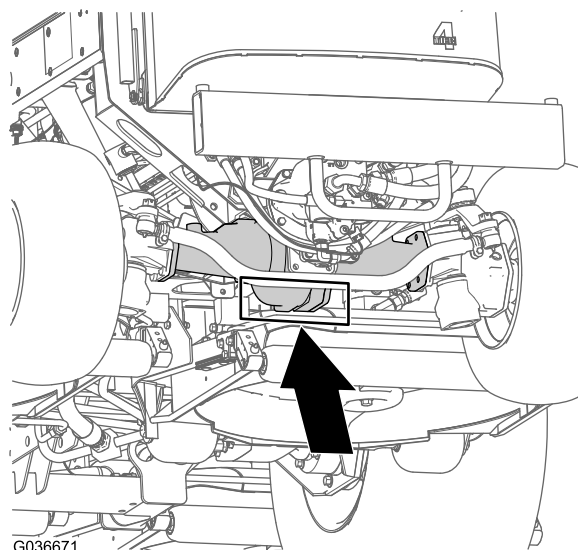

Figura 55
**Parte trasera de la máquina** – en el centro del eje (Figura 55)